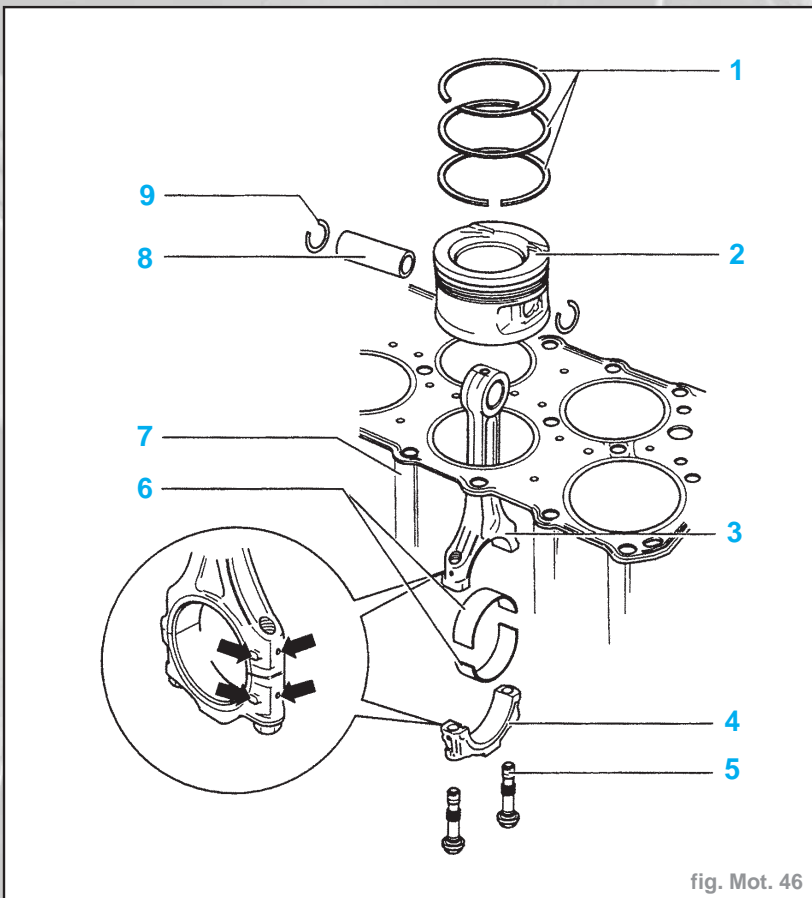

fig. Mot. 46
**DÉSASSEMBLAGE ET ASSEMBLAGE (fig. Mot. 46)**